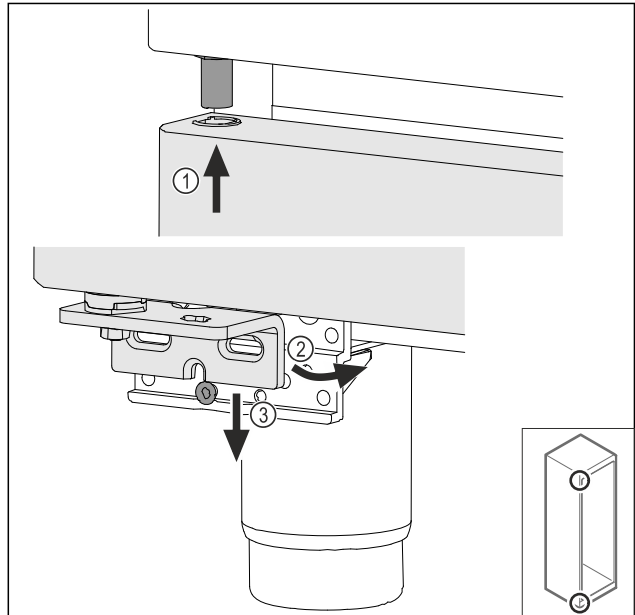

Fig. 39
- ▶ Περάστε επάνω την πόρτα υπό ελαφρά κλίση Fig. 39 (1), ευθυγραμμίστε την πόρτα Fig. 39 (2) και τοποθετήστε την κάτω στη βίδα του στηρίγματος Fig. 39 (3).